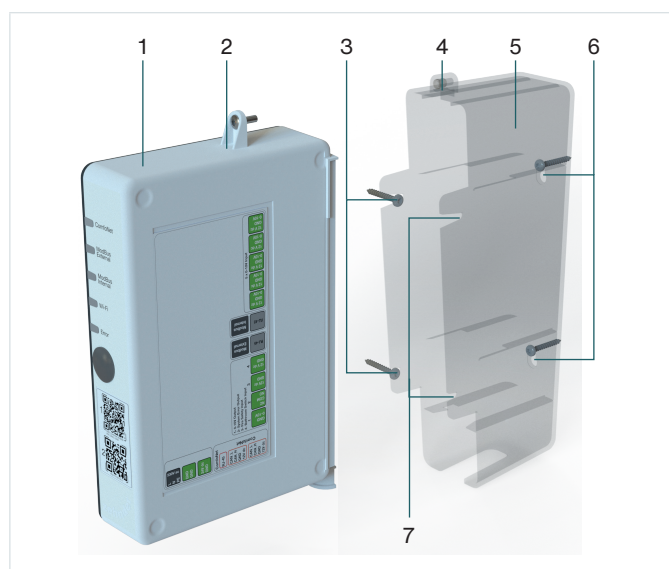

Fig. 5.7 – Montage de la CM
1. Fixez le CM-holder (Fig. 5.7, pos. 5) au mur (Fig. 5.7, pos. 5, pos. 6 ou pos. 7) ou au plafond (Fig. 5.7, pos. 6) avec deux chevilles et vis (Fig. 5.7, pos. 4 ou 6). Utilisez des vis adaptées au mur ou au plafond.
2. Placez la CM (Fig. 5.7, pos. 1) dans le CM-holder (Fig. 5.7, pos. 5).
3. Serrez la vis (Fig. 5.7, pos. 2) à la main dans le CM-holder (Fig. 5.7, pos. 4).
Pour une fixation au mur, utilisez les points de fixation des Fig. 5.7, pos. 3, 6 ou 7.
Pour une fixation au plafond, utilisez uniquement les points de fixation de la Fig. 5.7, pos. 6.